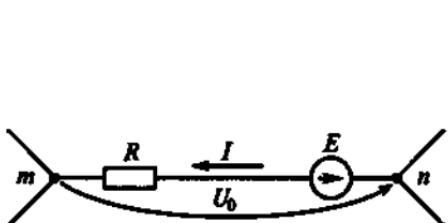

Рис. 32
1.46. Для заданной на рис. 32 ветви *m-n* цепи постоянного тока составить уравнение второго закона Кирхгофа и указать правильное выражение для определения тока I в этой ветви.